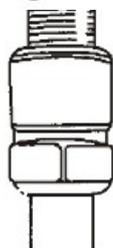

Fig. 8 - Verificarea jocului bujiei
- (1) Scoateti fisa bujiei.
- (2) Curatati zona din jurul bujiei inainte de a o demonta.
- (3) Folositi o cheie de bujie pentru a scoate bujia.
- (4) Verificati vizual bujia. Daca izolatorul termic este fisurat sau ciupit, inlocuiti-l. Curatati bujia cu o perie de sarma, daca intentionati sa reutilizati bujia.
- (5) Masurati distanta dintre electrozi cu o lera. Distanta dintre electrozi trebuie sa fie de 0.5 – 0.75mm. Corectati-o, dupa caz, prin indoirea electrozului lateral. (Fig. 8)
- (6) Verificati starea saibei bujiei si introduceti bujia la locul ei manual, pentru a evita fortarea filetului.
- (7) La montarea unei bujii noi, strangeti 1/2 ture dupa asezarea bujiei pe scaun. Daca se monteaza o bujie uzata strangeti numai 1/8 – 1/4 ture pentru comprimarea saibei.
- (8) Montati corect fisa si carcasa bujiei.